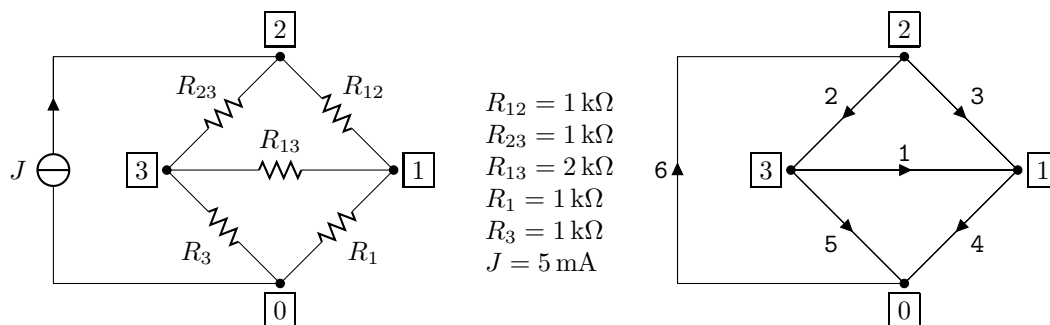

Figura 2: Circuito dell'Esercizio 3.
3. Simulare il circuito di Figura 2 con i componenti numerati ed orientati come indicato.